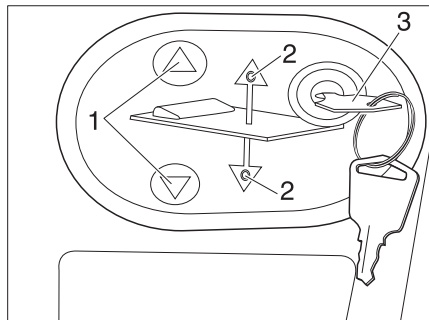

Fig. 169 Panneau de commande pour le lit escamotable électrique
- Insérer la clé (Fig. 169,3) dans le panneau de commande (Fig. 169,2).
- Appuyer sur la touche  ou  (Fig. 169,1) et la maintenir enfoncée. La DEL respective (Fig. 169,2) s'allume et le lit escamotable s'abaisse ou se lève.
- Lorsque la position désirée est atteinte, relâcher la touche  ou  (Fig. 169,1). La DEL respective (Fig. 169,2) s'éteint.
- Retirer la clé (Fig. 169,3).